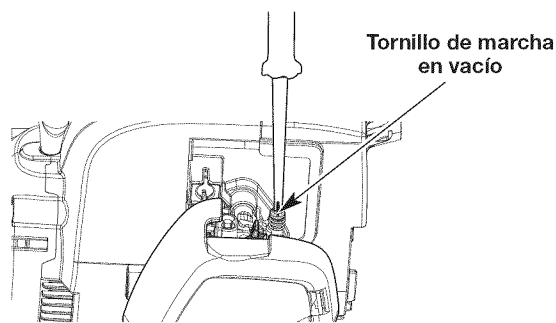

Fig. 17
2. Suelte el control del regulador y deje que el motor trabaje en vacío. Si el motor se apaga, use un destornillador pequeño Phillips para girar el tornillo de marcha en vacío en el sentido de las agujas del reloj, dándole 1/8 de vuelta cada vez (según sea necesario), hasta que el motor funcione en marcha en vacío sin inconvenientes (Fig. 17).
3. Si el motor entra en marcha en vacío muy rápidamente, gire el tornillo de marcha en vacío en sentido contrario a las agujas del reloj 1/8 de vuelta cada vez (según sea necesario) para reducir la marcha en vacío (Fig. 17).